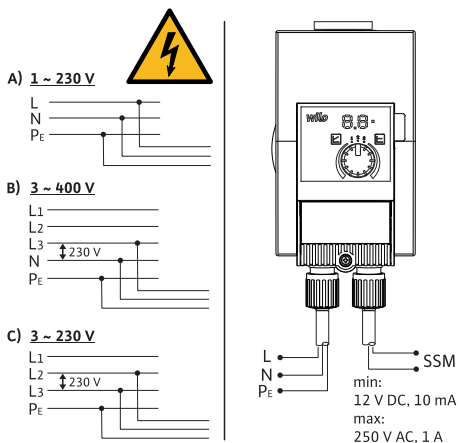

Fig. 3: Варианты подсоединения к электросети
- Подключать к низковольтным сетям 230 В. При подсоединении к сетям IT (конфигурация сети Isol e Terre) обязательно убедиться, что напряжение между фазами (L1-L2, L2-L3, L3-L1 → Fig. 3) не пре-